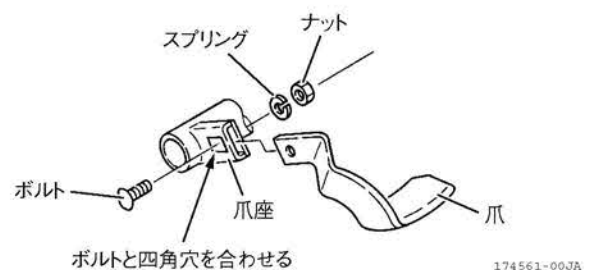

図 4-37 爪交換
1. 耕うん爪の取付ボルトを外して、爪を交換します。(図4-37)